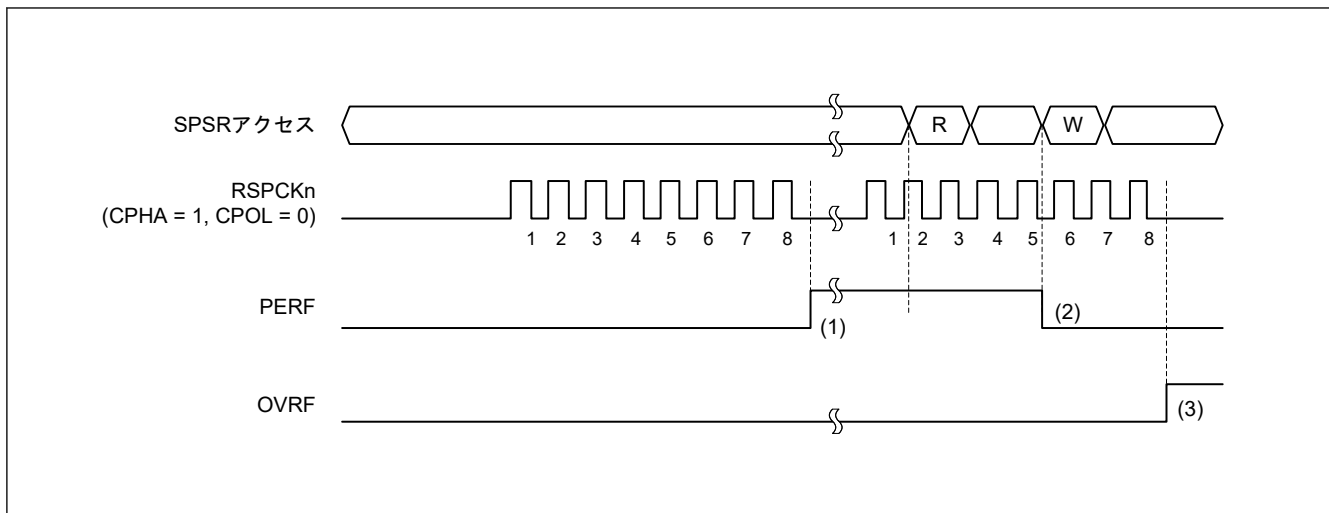

図 27.30 OVRF フラグおよび PERF フラグの動作例
図 27.30 に、OVRF フラグと PERF フラグの動作例を示します。図 27.30 に記載の SPSR アクセスは、SPSR レジスタへのアクセス状況を示しています。W は書き込みサイクル、R は読み出しサイクルを示しています。この例では、SPCR.TXMD ビットが 0、SPCR2.SPPE ビットが 1 の状態で全二重同期式シリアル通信を行います。SPCMD0.CPHA ビットが 1、SPCMD0.CPOL ビットが 0 の設定で、SPI が 8 ビットのシリアル転送を実行しています。RSPCKn 波形の下に記載した数字は、RSPCK サイクル数 (= 転送ビット数) を示しています。
以下に、図 27.30 の (1)~(3) に示したタイミングでのフラグの動作内容を説明します。